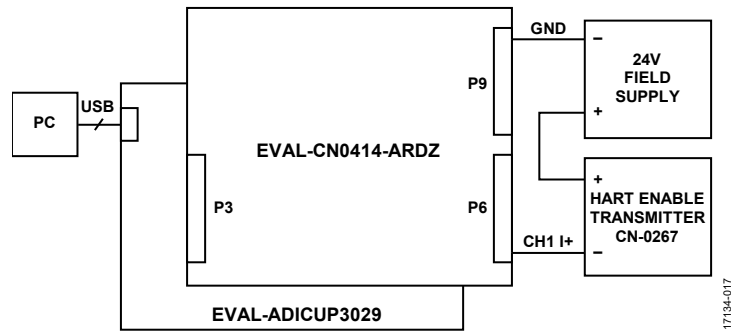

図 15. HART セットアップ例
4. HART 信号源を接続します。CN-0267 回路 (HART インターフェイスを備えたフル機能の 4mA~20mA ループ駆動フィールド計測器) を図 15 に示すように接続すると、HART